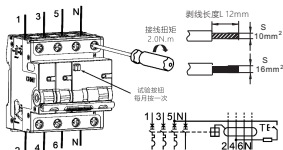

图5 NB5L-40J接线方式
5.4 适用于铜导线连接，导线选择见表2，接线方式及剥线长度示意如下图5